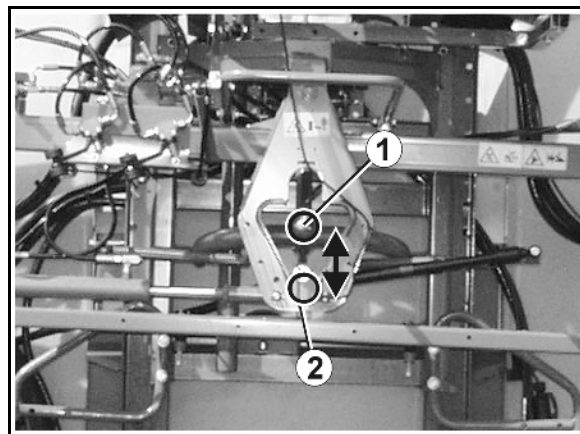

Fig. 60
Åpne svingningsutjevningen (Fig. 60/1):
- Svingningsutjevningen er låst opp (Fig. 60/1) når det vises et symbol med en åpen lås på skjermen på **AMATRON⁺**.
- Den åpne svingningsutjevningen (Fig. 60/1) og de utfoldede sprøytetiliggerne svinger fritt i forhold til utliggerholderen. På illustrasjonen er svingningsutjevningens avskjerming fjernet for å gi bedre innsyn.
Låse svingningsutjevningen (Fig. 60/2):
- **AMATRON⁺**: Svingningsutjevningen er låst (Fig. 60/2) når symbolet for lukket lås vises på skjermen på **AMATRON⁺**.